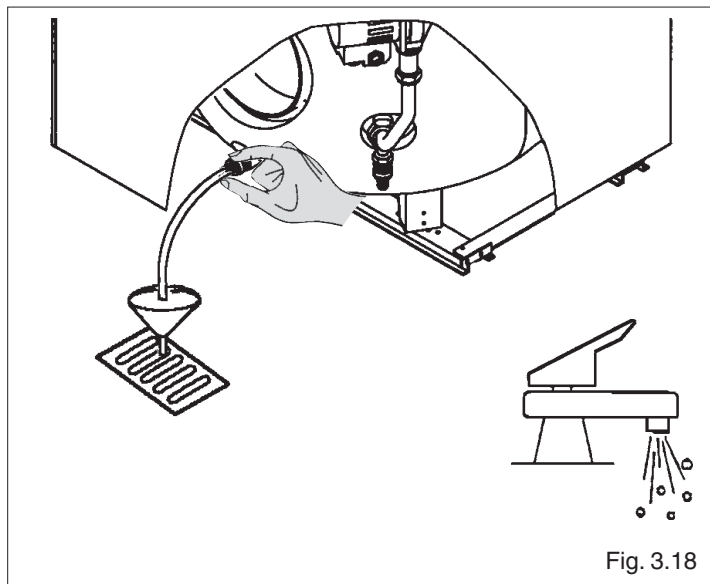

Fig. 3.18
- collegare un tubo di gomma al portagomma del rubinetto di scarico ed aprire il rubinetto (Fig. 3.18)